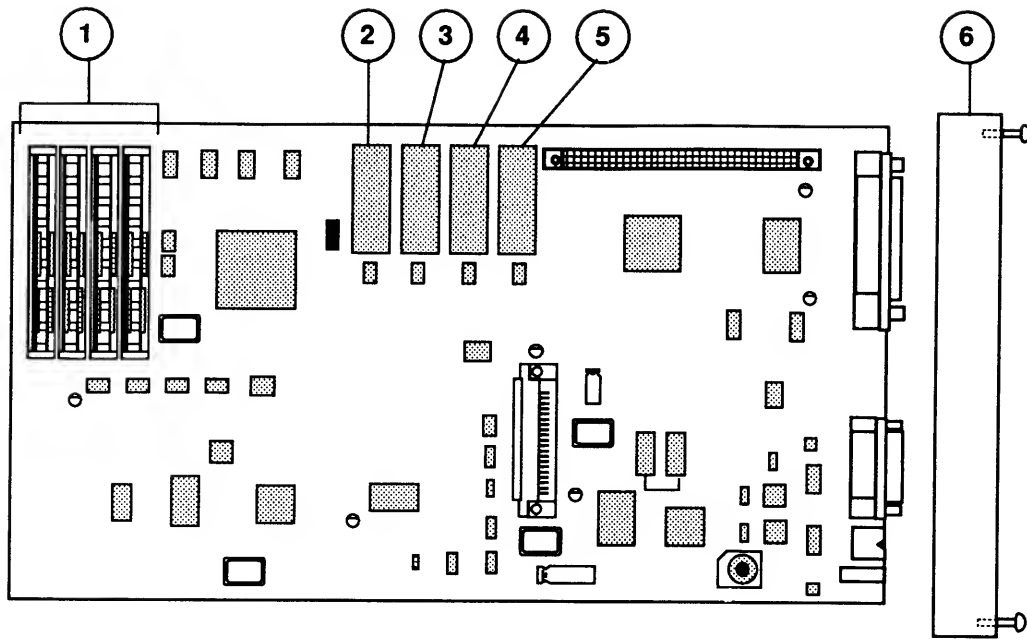

FIGURE 28
□ LASERWRITER IIf CONTROLLER-I/O BOARD (Figure 28)